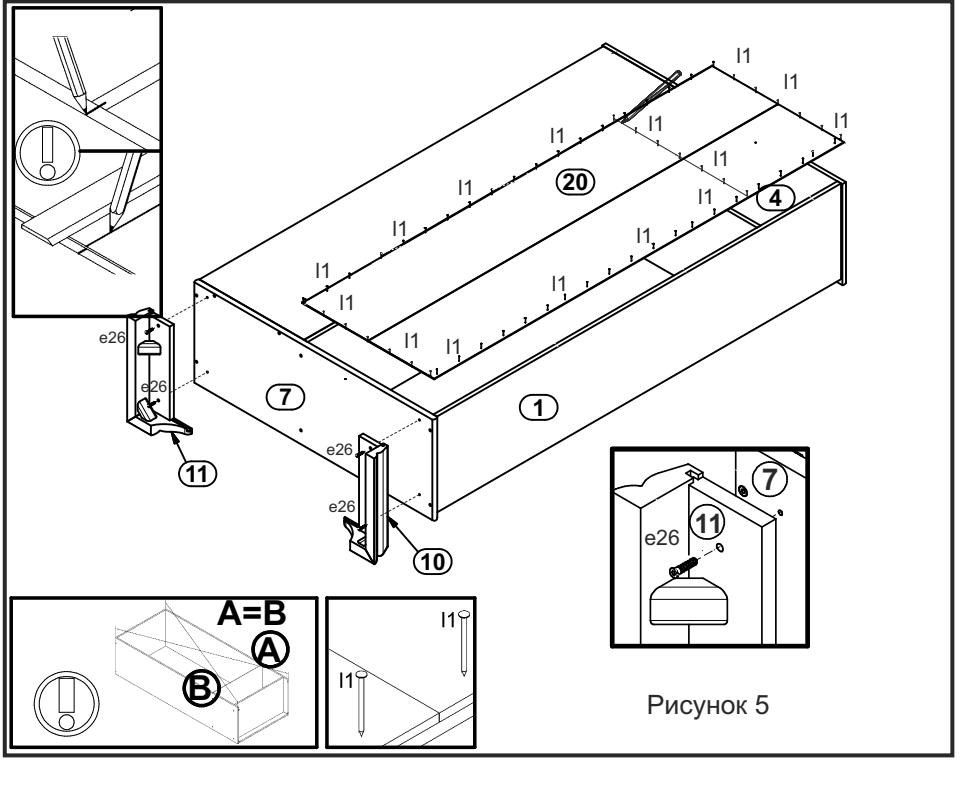

Рисунок 5
10. Закрепить ноги 10, 11 к щиту нижнему 7 конформатами e26 при помощи ключа z1 (см. рис. 5).
11. Положить корпус шкафа фасадными кромками вниз на ровную поверхность и выровнять его, измеряя рулеткой расстояние между противоположными углами по диагонали. Расстояния должны быть равными (см. рис. 5).
12. Закрепить стенку заднюю склеенную 20 к корпусу шкафа гвоздями I1 с шагом 80-120 мм (см. рис.5).